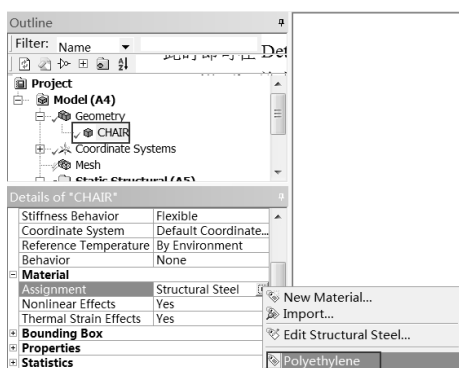

图 5-15 添加材料
Step2: 选择 Mechanical 界面左侧 Outline (分析树) 中 Geometry 选项下的 CHAIR, 此时即可在 Details of “CHAIR” (参数列表) 中给模型添加材料, 如图 5-15 所示。